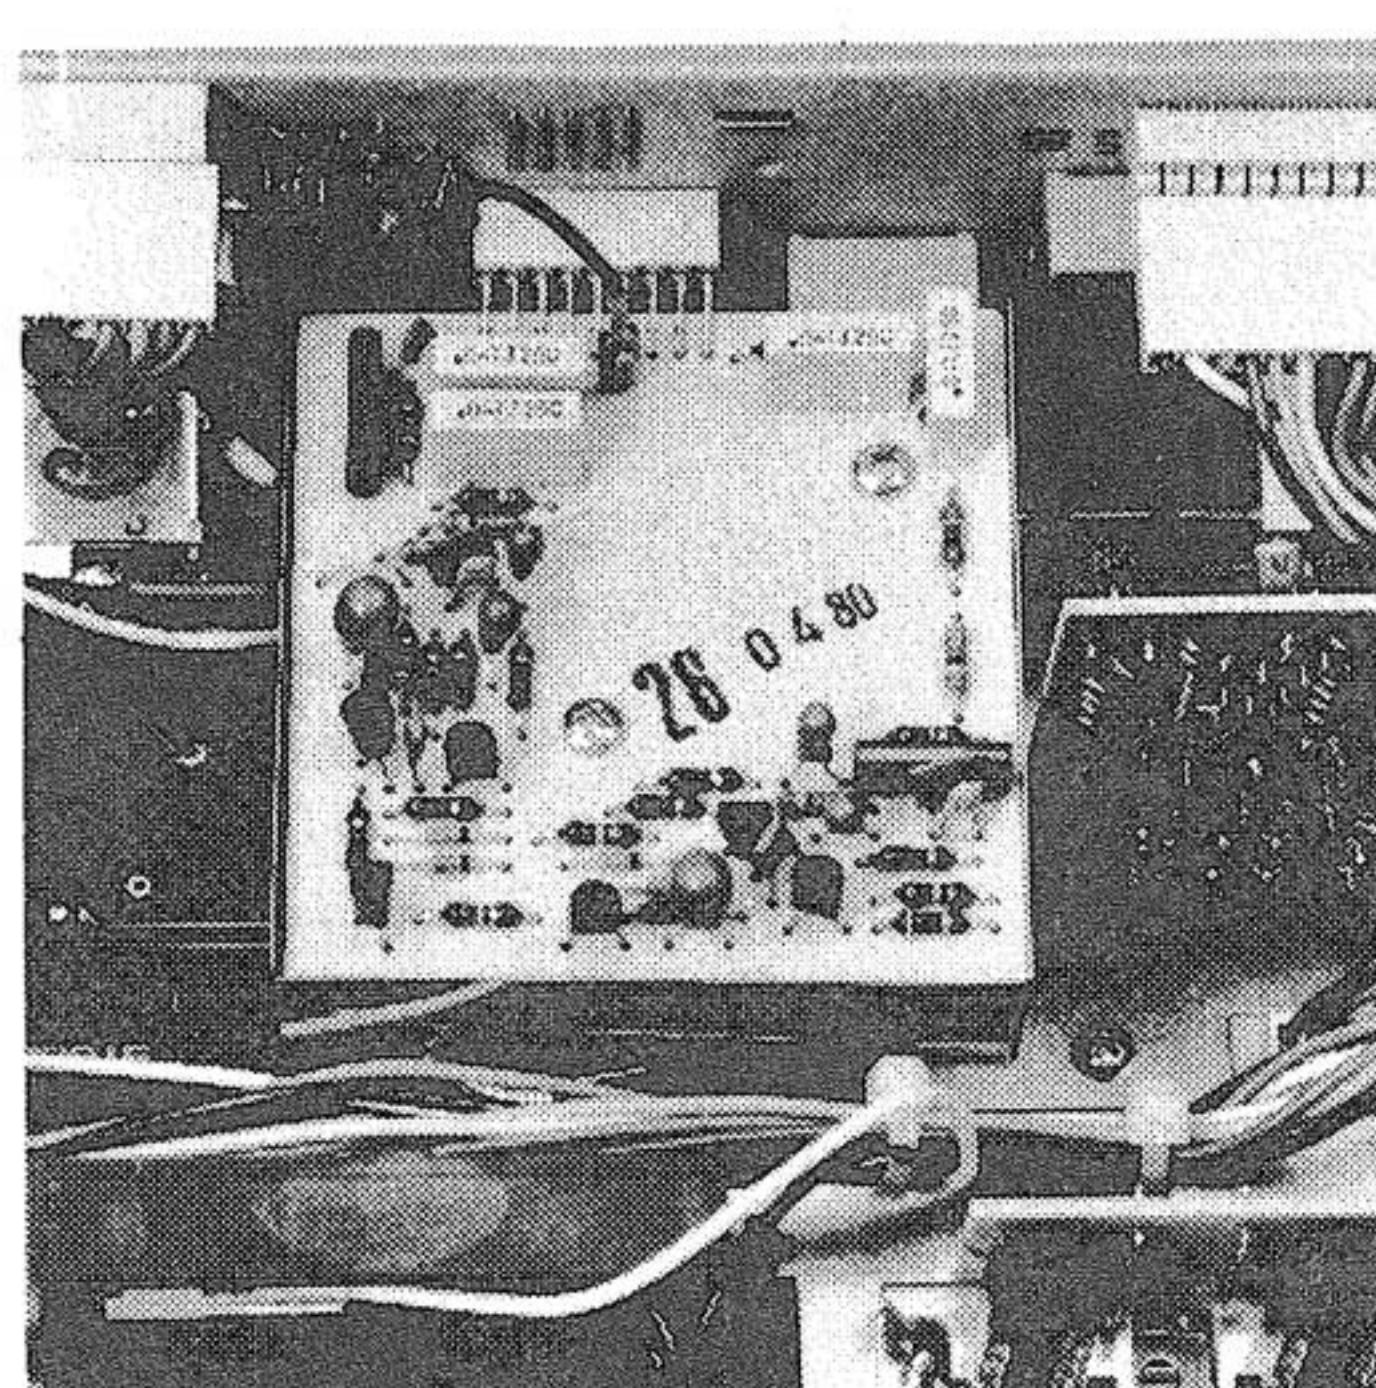

Fig. 2.7
- Filtereinheit (inkl. Schalter) ausbauen: die beiden Befestigungsschrauben des Filterschalters lösen und die Einheit vorsichtig aus dem CIS-Stecksockel ziehen (Fig. 2.7).
- Remove filter unit (including switch): unfasten the two mounting screws of the filter switch and carefully pull unit from the CIS plug socket (Fig. 2.7).
- Démontez le circuit des filtres (avec son selecteur): dévissez les 2 vis de fixation du sélecteur de filtres et retirez avec précaution le circuit de son connecteur (fig. 2.7).